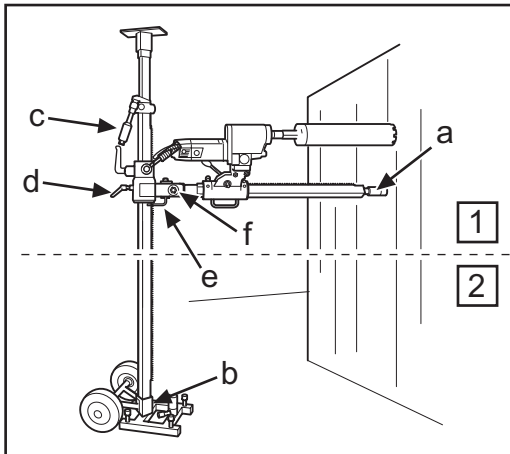

Fig. 3
- 8. Controllare la posizione della testa di foratura. Avvitare la vite del montante alla parete per fissare la colonna di foratura. Fissare con il dado di bloccaggio da 30 mm (a) (fig. 3), utilizzando un profilo di legno come distanziale.
- 8. Die Lage der Bohrkrone prüfen. Die Stempelschraube zur Fixierung der Bohrsäule in die Wand einschrauben. Mit 30-mm-Sicherungsmutter (a), einen Holzstab zwischenlegen (Abb. 3).
- 8. Contrôler la position du trépan. Visser la vis du pilier sur le mur pour attacher le pilier de forage. Attacher avec un contre-écrou de 30 mm (a) (Fig. 3), utiliser une règle en bois comme entretoise.
- 8. Controleer de stand van de boorkop. Schroef de stuttschroef tegen de wand om de boorkolom te fixeren. Zeker met borgmoer 30 mm (a) (Fig. 3), gebruik een houten regel als tussenlaag.